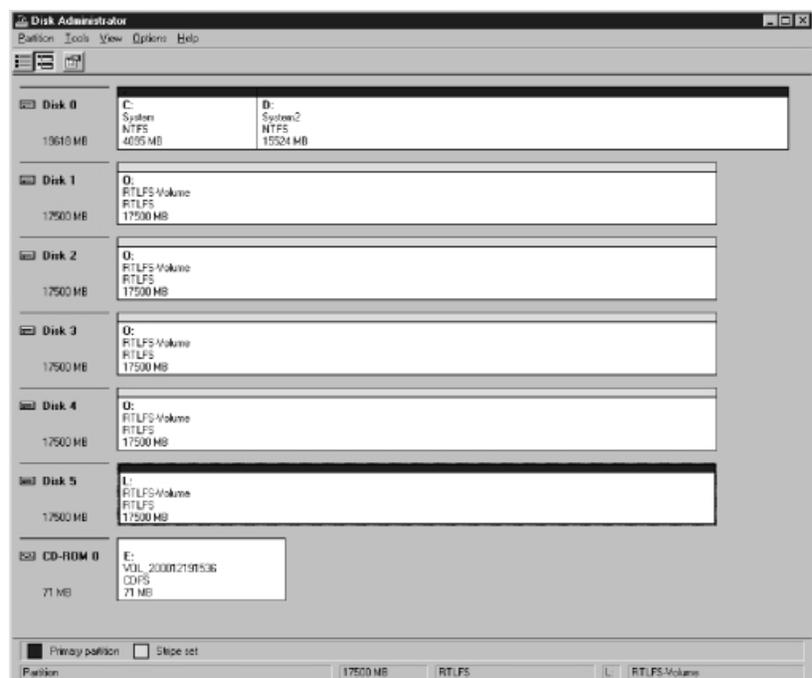

図 1. ディスクアドミニストレータのダイアログボックス
5. ディスクアドミニストレータが起動し、図 1 のダイアログボックスが画面に表示されます。(ディスク容量の変更などにより、一部表示が異なる場合があります。)